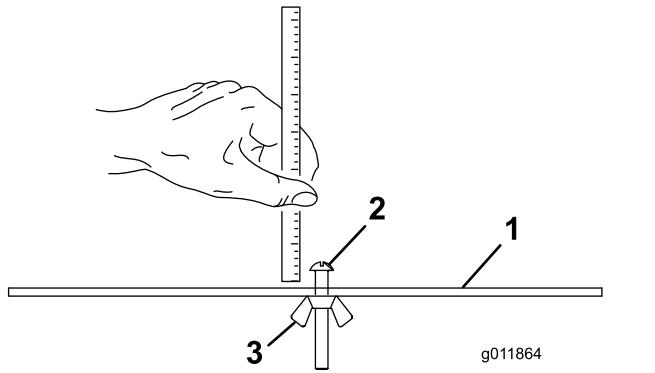

Figura 18
- Afloje la tuerca de la barra de ajuste (Figura 18) y ajuste el tornillo para la altura de corte deseada.